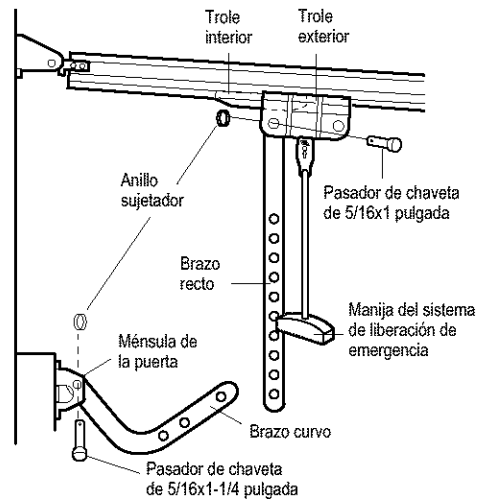

Figura 1
- Marque y taladre dos orificios de 5/16 pulg. para los sujetadores a la derecha y a la izquierda. Sujete la ménsula al refuerzo vertical (si éste existe), como se muestra en la Figura 1.
• **Figura 1:**